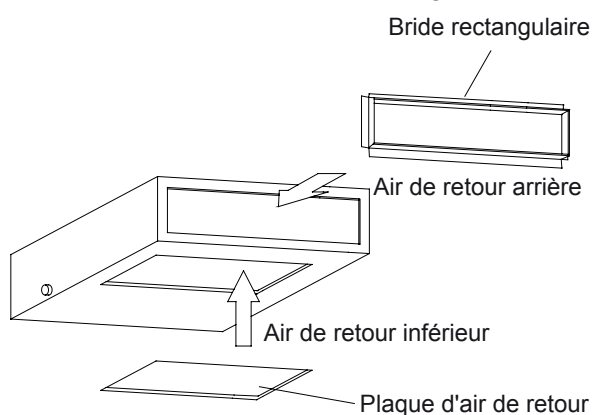

Fig 4.4.9
(1) Par défaut, le cache rectangulaire est situé à l'arrière par avant le départ usine. Le cache de retour d'air est situé en bas, comme indiqué sur la fig. 4.4.9.